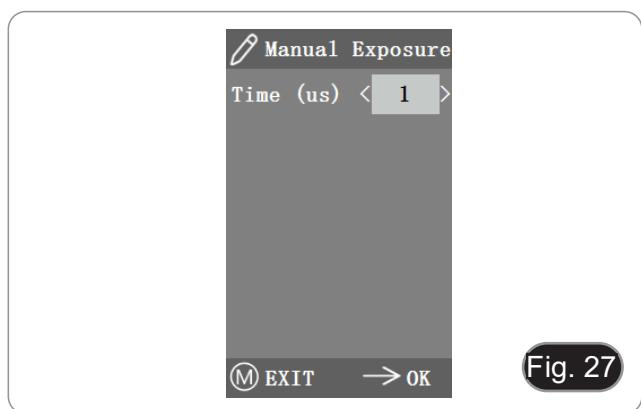

Fig. 27
- En exposition manuelle, vous pouvez également régler l'exposition en définissant la valeur du "temps d'exposition". (Fig. 27)